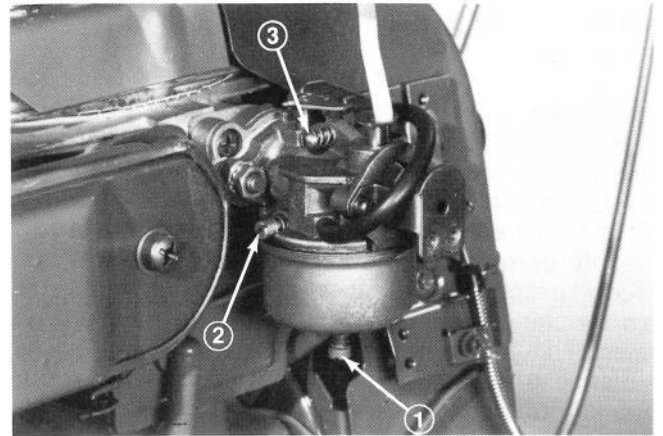

Figure 38
2. Vis de réglage de la puissance (Fig. 38) — Fermez la vis en la vissant délicatement à droite jusqu'à ce que vous sentiez une légère résistance quand le pointeau touchera son siège. Ramenez alors la vis d'un tour complet de 360°, en tournant à gauche.
3. Vis de réglage du mélange de ralenti (Fig. 38). Fermez la vis en tournant délicatement à droite jusqu'à ce que vous sentiez une légère résistance quand le pointeau touchera son siège. Ramenez alors la vis de 1-1/2 tour complet en tournant à gauche.
5. Serrez la vis de réglage de puissance (Fig. 38) en tournant à gauche de 1/8 tour à la fois, jusqu'à ce que le moteur ait des ratés à cause de la pauvreté du mélange d'essence. Tournez alors la vis à droite de 1/8 tour à la fois jusqu'à ce que le moteur tourne de façon irrégulière par suite du mélange d'essence trop riche. Ramenez alors la vis à mi-chemin entre les deux points de mélange trop riche et de mélange trop pauvre pour que le moteur tourne en douceur.
6. Ramenez la commande des gaz en arrière à la vitesse de ralenti. Serrez alors la vis de réglage de vitesse de ralenti (Fig. 38) jusqu'à ce que le moteur tourne au ralenti accéléré, soit environ 1750 tours/minute.
7. Serrez la vis de réglage du mélange de ralenti (Fig. 38) en tournant à gauche de 1/8 tour à la fois jusqu'à ce que le moteur ait des ratés à cause de la pauvreté du mélange d'essence. Desserrez alors la vis en tournant à droite 1/8 tour à la fois jusqu'à ce que le moteur commence à marcher de façon irrégulière à cause du mélange d'essence trop riche. Ramenez alors la vis de mélange de ralenti à mi-chemin entre les deux points de mélange trop riche et de mélange trop pauvre pour que le moteur tourne en douceur.
8. Serrez alors de nouveau la vis de réglage de la vitesse de ralenti (Fig. 38) jusqu'à ce que le moteur tourne au ralenti à 1750 tours/minute.